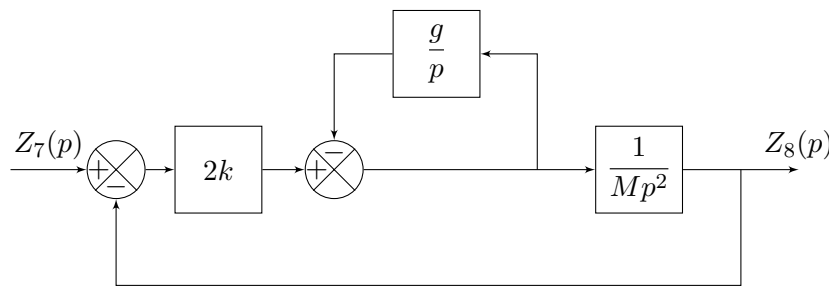

FIGURE 2 – Schéma-blocs de l'asservissement
On limite l'étude au mouvement de translation entre les embases supérieures (déplacement noté  $Z_8$ ) et inférieure (déplacement noté  $Z_7$ ) d'une plate forme. Le schéma-blocs de l'asservissement de ce mouvement est représenté sur la FIGURE 2.  $k$ ,  $M$  et  $g$  sont des constantes (raideur des bras de la plate-forme, masse de l'embase supérieure et coefficient de proportionnalité  $g$ ).
**Question 1** Déterminer l'expression de  $H_0(p)$  pour que les schéma-blocs des FIGURE 2 et 3 soient équivalents.